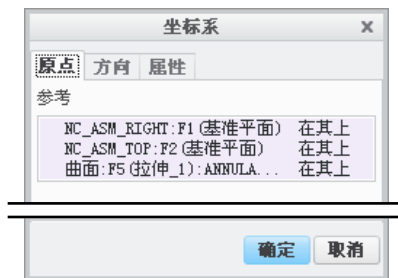
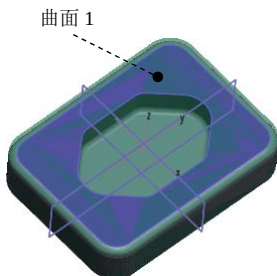

图 3.8.5 “坐标系”对话框
图 3.8.6 坐标系的建立
Step5. 机床坐标系设置。在“操作”操控板单击  按钮，在弹出的菜单中选择  命令，系统弹出图 3.8.5 所示的“坐标系”对话框。然后依次选择 NC_ASM_RIGHT、NC_ASM_TOP 和图 3.8.6 所示的曲面 1 作为创建坐标系的三个参考平面，最后单击  按钮完成坐标系的创建。